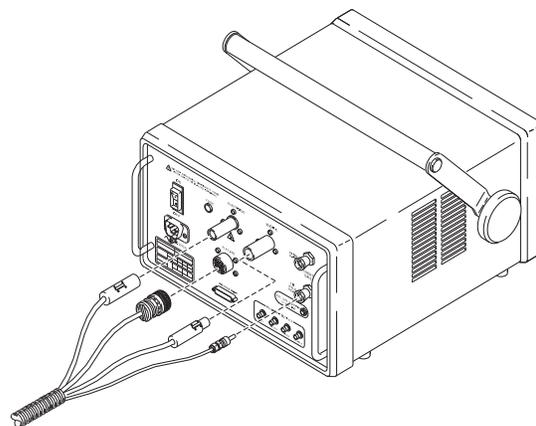

図 3: モーター・モジュール・コネクター
1. モーター・モジュールをパワー・サプライに取り付ける際は、以下の手順に従って、4 つのコネクターをパワー・サプライ背面パネルに接続します(図 3)。